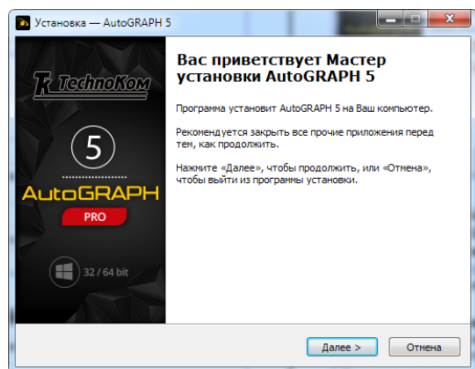

Рис.1. Начало установки.
**Шаг 1.** Запустите файл установки AutoGRAPH5\_Setup.exe и выберите язык программы. Откроется окно приветствия (**Рис.1**), нажмите кнопку «Далее».